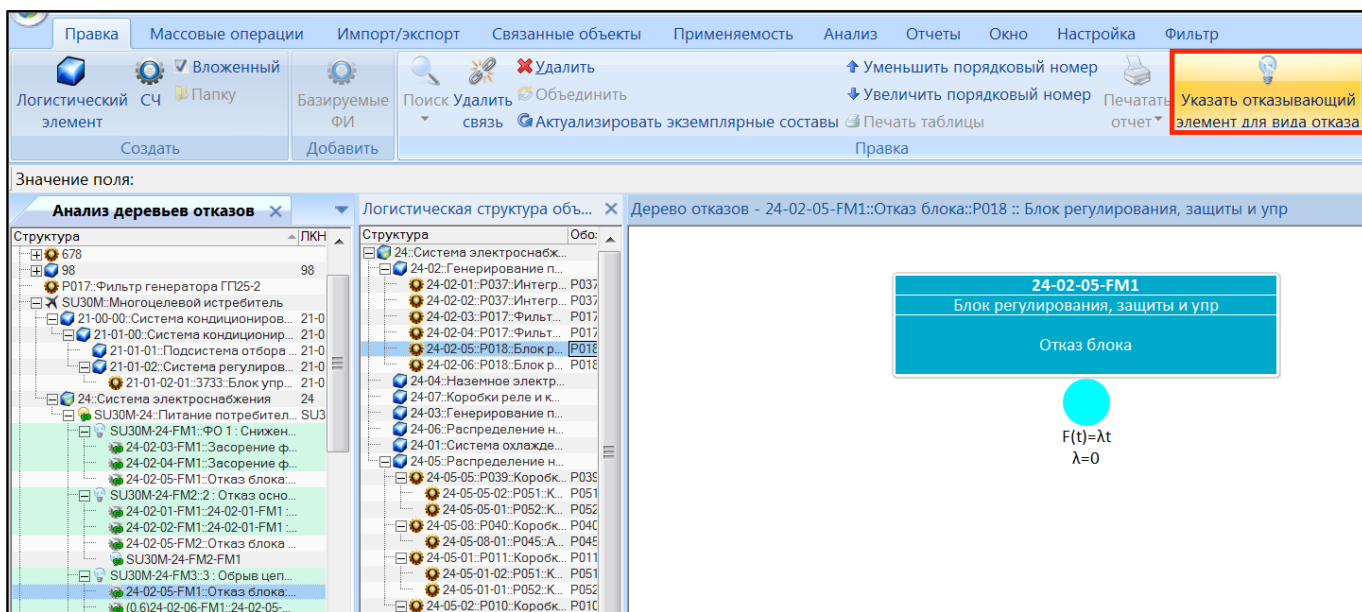

Рис. 10-346 – Выбор отказывающего элемента
9) Чтобы созданный вид отказа стал конструктивным, необходимо указать для него отказывающий элемент – СЧ. Для этого следует выбрать этот вид отказа в окне «Анализ деревьев отказов» (1 на рис. 10-346) и нажать кнопку «Выбрать отказывающий элемент из ЛСИ» панели «Анализ» (2).